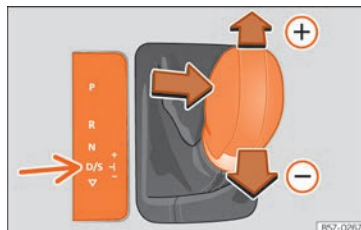

Fig. 135 Palanca selectora en la posición Tiptronic
- Empuje la palanca hacia adelante (+) o hacia atrás (-) para aumentar o reducir la marcha » fig. 135.